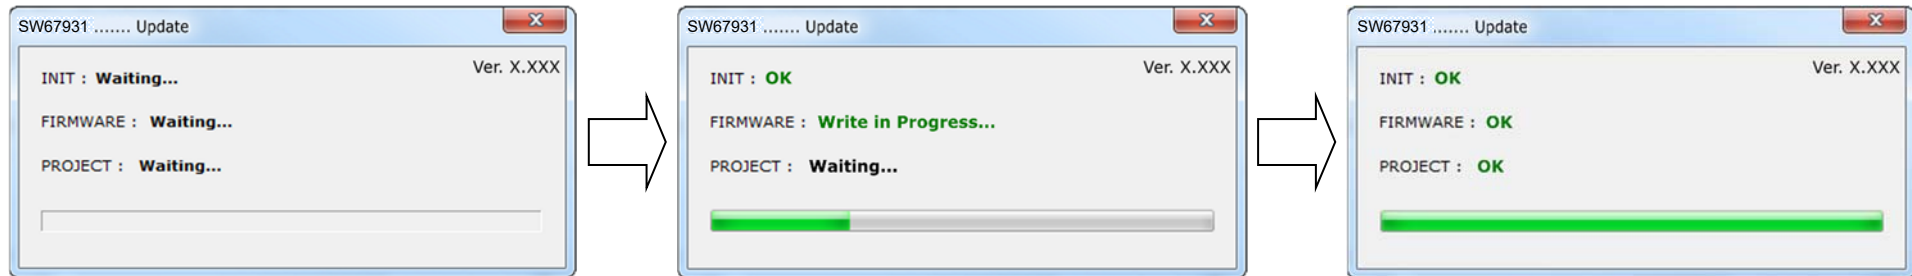

Abb. 19: Updatevorgang
- Nach erfolgreichem Updatevorgang (Abb. 19), schalten Sie das Gerät aus.
- Nach erfolgreichem Updatevorgang (Abb. 19), läuft das Gerät automatisch mit den neuen Parametern im RUN-Modus weiter.